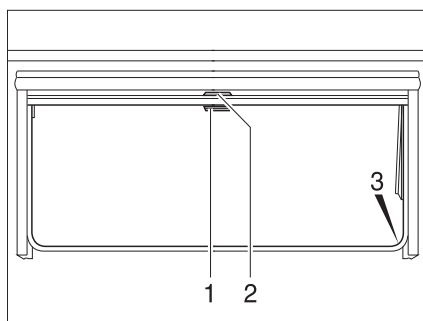

Fig. 55 Fenêtre projetante
- Tirer le store occultant vers le bas en le maintenant par la poignée (Fig. 55,2). Lorsque le store occultant est complètement fermé, l'accrocher des deux côtés du cadre de la fenêtre dans le dispositif de blocage (Fig. 55,3).
- Lorsque le store occultant est complètement fermé : Appuyer sur la poignée (Fig. 55,2) vers le bas tout en tirant légèrement vers l'intérieur. Décrocher à droite et à gauche le store occultant du dispositif de blocage du cadre de la fenêtre.
- Si le store occultant se trouve dans une position intermédiaire : Tirer la poignée (Fig. 55,2) vers le bas jusqu'à ce que le dispositif de blocage se débloque.
- Tirer la moustiquaire par la poignée (Fig. 55,1) vers le bas et l'accrocher des deux côtés sur le cadre de la fenêtre dans le dispositif de blocage (Fig. 55,3).
- Appuyer sur la poignée (Fig. 55,1) vers le bas tout en tirant légèrement vers l'intérieur. Décrocher à droite et à gauche la moustiquaire des dispositifs de blocage du cadre de la fenêtre.